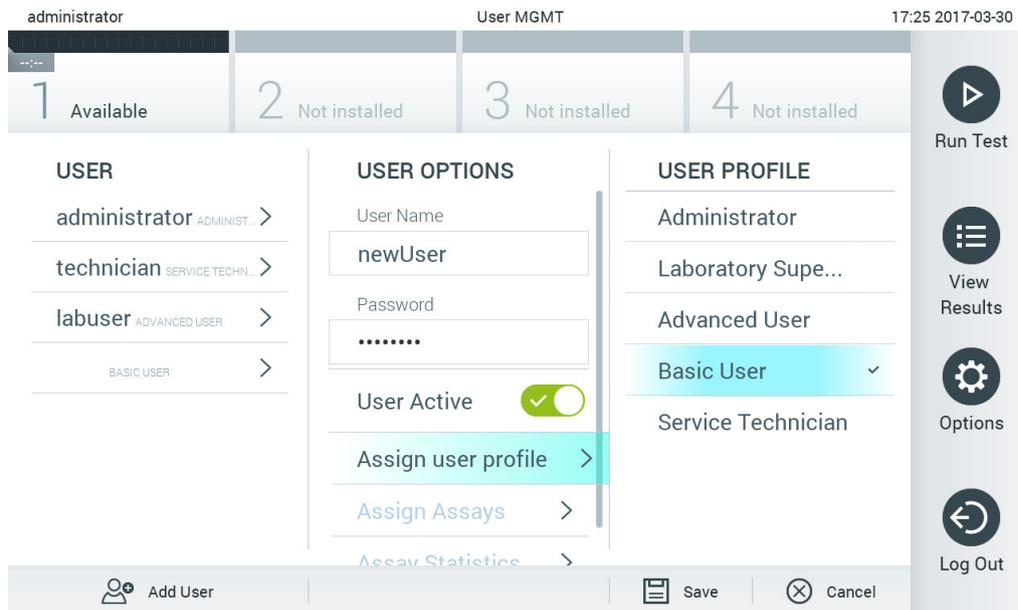

Figura 58. Atribuição de um perfil de utilizador a um novo utilizador.
4. Prima Assign User Profile (Atribuir perfil de utilizador) e atribua o perfil de utilizador apropriado (a partir da lista à direita da área de conteúdo) ao novo utilizador (Figura 58).